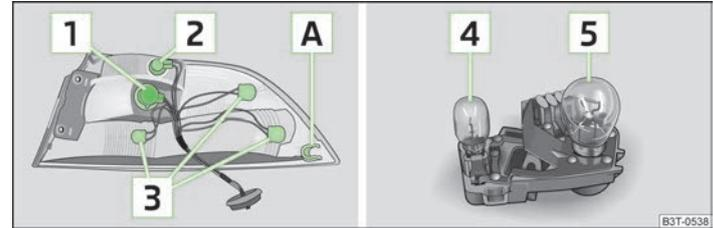

Abb. 190 Äußerer Teil der Rückleuchte: Glühlampen / Innerer Teil der Rückleuchte: Glühlampen
Übersicht der Glühlampenordnung » Abb. 190.
- › Zum erneuten Einbau die Rückleuchte zuerst mit der Aufnahme **A** » Abb. 190 nach vorn auf einen Bolzen an der Karosserie stecken.
- Die defekte Glühlampe [4] » Abb. 190 aus der Fassung herausnehmen und eine neue Glühlampe in die Fassung einsetzen.